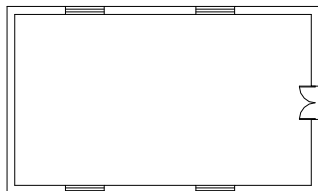

图 2-134 打开素材
① 按 Ctrl+O 组合键，打开配套光盘提供的“第 2 章/ 2.4.5 直线喷头.dwg”素材文件，结果如图 2-134 所示。